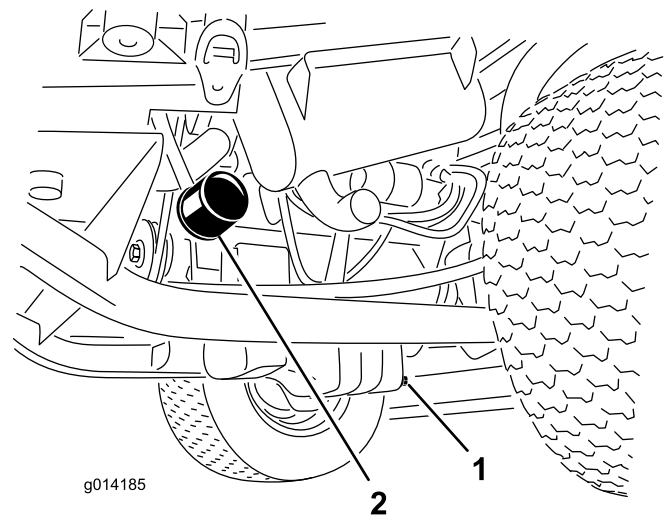

Figura 45
3. Retire el filtro de aceite (Figura 45).
1. Retire el tapón de vaciado (Figura 45) y deje fluir el aceite a un recipiente apropiado.